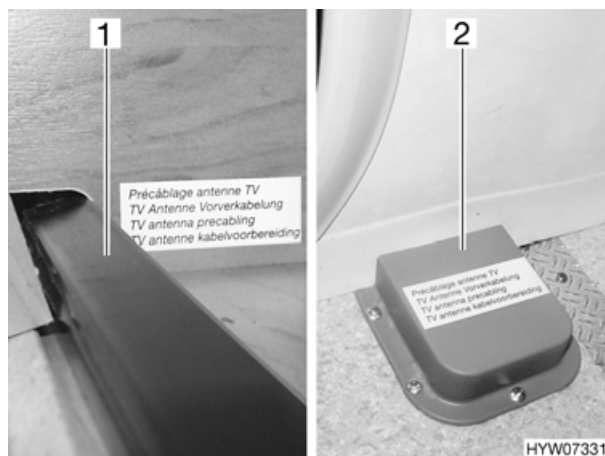

Fig. 64 Collegamento antenna, premontato
- nell'armadietto pensile (Fig. 64,1)
- nella cassetta di stivamento nel pavimento (Fig. 64,2)